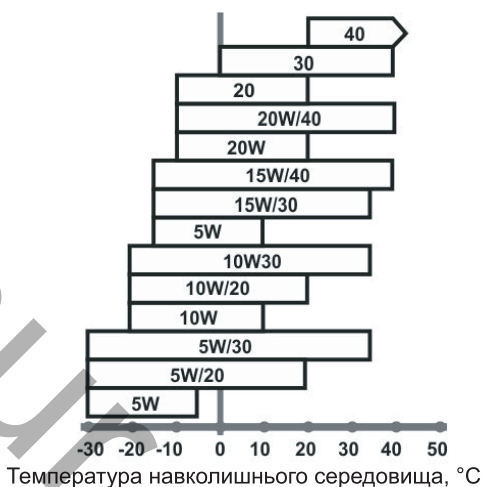

Рисунок 6. Графік залежності ступеню густини мастила від температури довкілля.
Перевірте відповідність параметрів вибраного мастила рекомендаціям, показаним на рис. 6. Рекомендуємо використовувати мастило високої якості.
2. У разі, якщо здійснюється запуск холодного двигуна або якщо температура повітря нижче  $+15\text{ }^{\circ}\text{C}$ , закрийте повітряну засувку карбюратора, перемістивши важіль засувки до упору в положення «ПУСК» (див. рисунок 6). За умови такого положення повітряної засувки відбувається збагачення паливної суміші у карбюраторі, що забезпечує полегшений пуск двигуна. Під час запуску теплого двигуна або коли температура повітря вище за  $+15\text{ }^{\circ}\text{C}$ , збагачення паливної суміші, як правило, не потрібне, важіль повітряної засувки залишається у положенні «РОБОТА». У тому разі, коли двигун встиг частково охолонути, може знадобитися часткове збагачення паливної суміші – часткове відкриття повітряної засувки карбюратора.